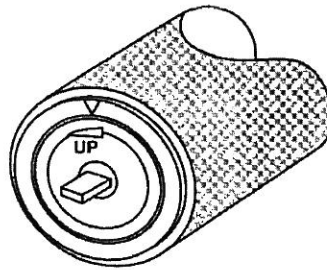

fig. 2
1. Introdurre la tenda nella feritoia a croce del supporto destro, verificando che la freccia in rilievo sulla molla sia posizionata come in fig. 2, facendo attenzione a non far ruotare la tenda durante l'inserimento, altrimenti la linguetta del fermo-molla potrebbe sganciarsi e far scaricare la molla. Nel caso succeda, procedere al caricamento.
1. Insert the night blind into the cross slit of the right bracket, making sure that the position of the arrow sign on the spring is as per FIG. 2. Also make sure that the night blind does not turn while you are inserting it, otherwise the tang of the spring could unhook causing the discharge of the spring. In case this happens, you will have to charge the spring.
1. Stecken Sie das Nachttrolllo in den gekreuzten Schlitz der rechten Halterung mit der Pfeil auf der Feder in der Lage wie auf Bild 2. Passen Sie bitte auf, dass das Nachttrolllo nicht dreht, sonst die kleine Zunge der Feder könnte sich lösen und die Feder könnte sich entspannen. In diesem Fall müssen Sie die Feder spannen.
1. Colocar la cortina en la ranura cruzada del soporte derecho asegurándose que la flecha sobre el muelle sea en la posición según FIG. 2. Atención de no girar la cortina, si no le linguete podría desengancharse y el muelle podría desescargarse. En este caso se deberá cargar el muelle.
1. Insérer le rideau dans le fente en croix du support droit de façon que la flèche dans le ressort soit dans la position indiqué en FIG. 2. Attention : le rideau ne doit pas tourner, autrement la clavette de calage du ressort pourrait se décrocher en causant le déchargement du ressort. Dans ce cas, il faudra charger le ressort.